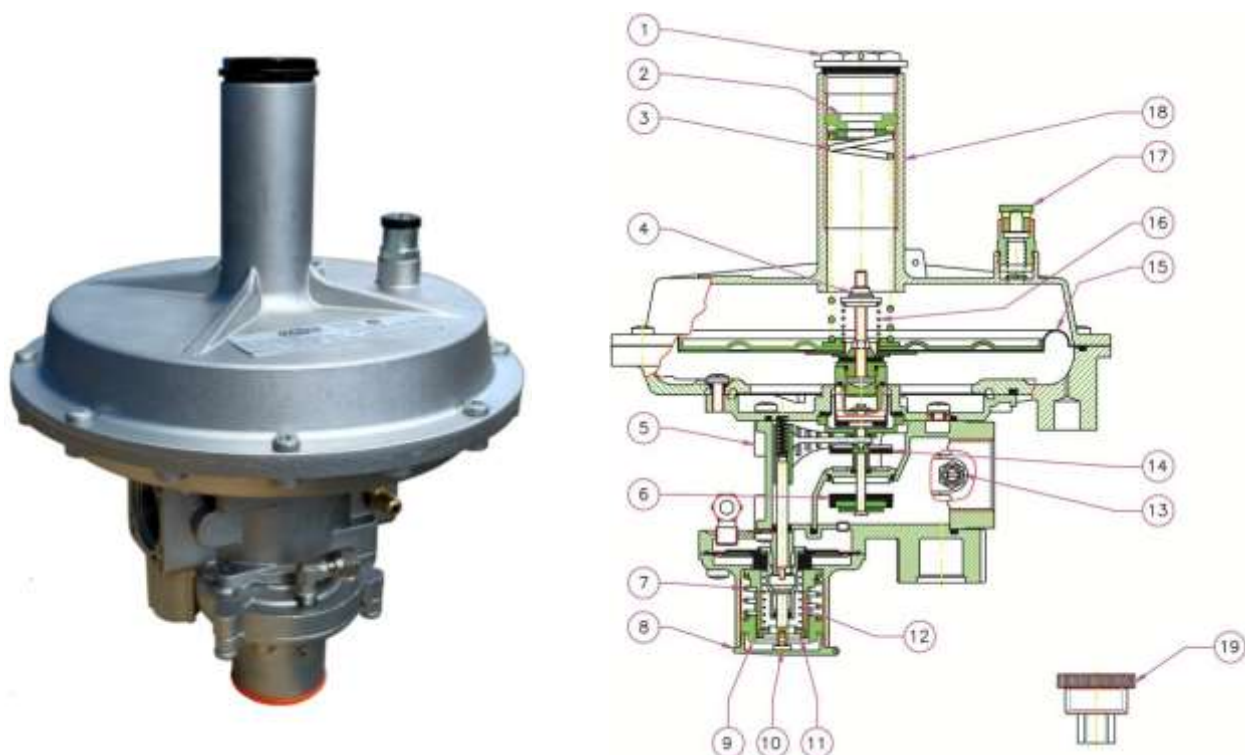

Рис. 1
Регулятор (рис. 1) состоит из: колпачок регулятора (1); винт настройки выходного давления (2); пружина настройки выходного давления (3); винт настройки сбросного клапана (4); корпус регулятора (5); обтюратор (6); пружина запорного клапана по превышению давления (7); колпачок запорного клапана (8); винт настройки запорного клапана избыточного давления (9); рычаг взвода регулятора (10); винт настройки запорного клапана недостаточного давления (11); пружина запорного клапана по недостаточному давлению (12); штуцер диагностики выходного давления (13); затвор запорного клапана (14); рабочая мембрана (15); пружина настройки сбросного клапана (16); пылезащитный колпачок, ОТВЕРСТИЕ СБРОСНОГО КЛАПАНА G 3/8" (17); воронка (18); ключ для настройки запорного клапана (19).
- Для настройки регулятора необходимо использовать манометр, который можно установить в штуцер для отбора давления (см. рис. 1, 2).